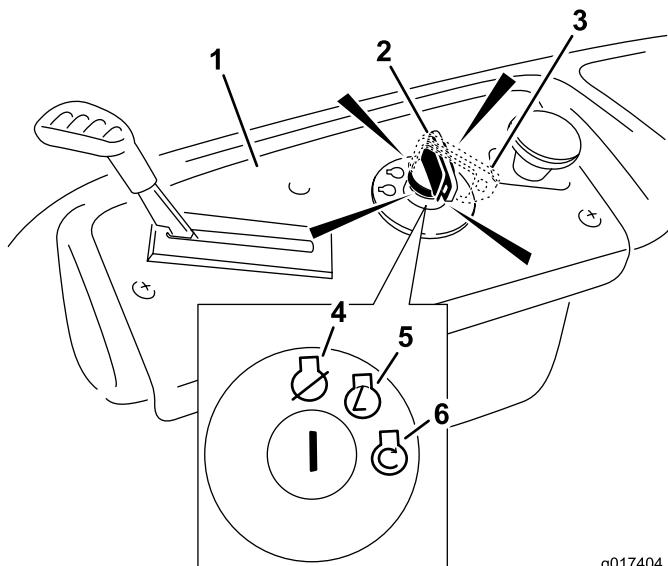

Figure 13
4. Tournez la clé de contact en position de démarrage pour activer le démarreur. Relâchez la clé quand le moteur démarre (Figure 13).
- Placez la commande d'accélérateur en position de régime maximum (Figure 13).